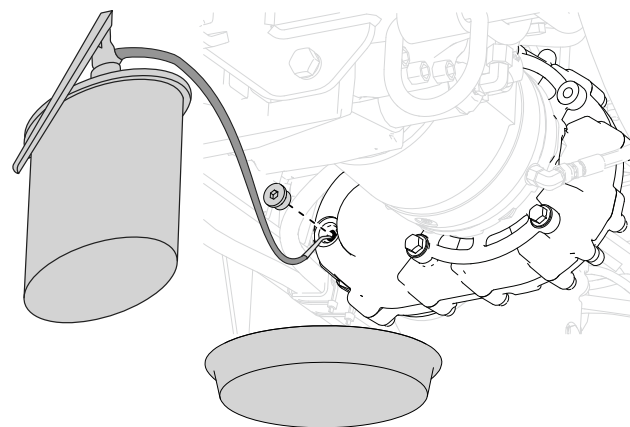

Рисунок 116
6. Залейте в редуктор 0,34 л масла указанного типа через смотровое отверстие (Рисунок 116).